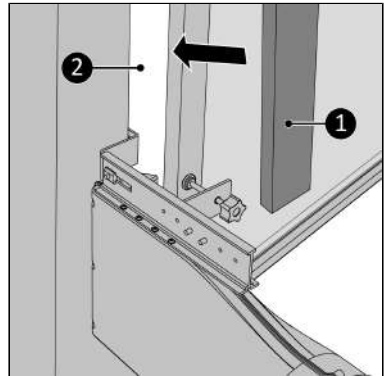

Abbildung 127.
17. Füllen Sie die Freiräume (Abbildung 127, Pos. 2) mit dem gelieferten Isolierschaum (Abbildung 127, Pos. 1) auf, schneiden Sie den Schaum ab, falls notwendig*.